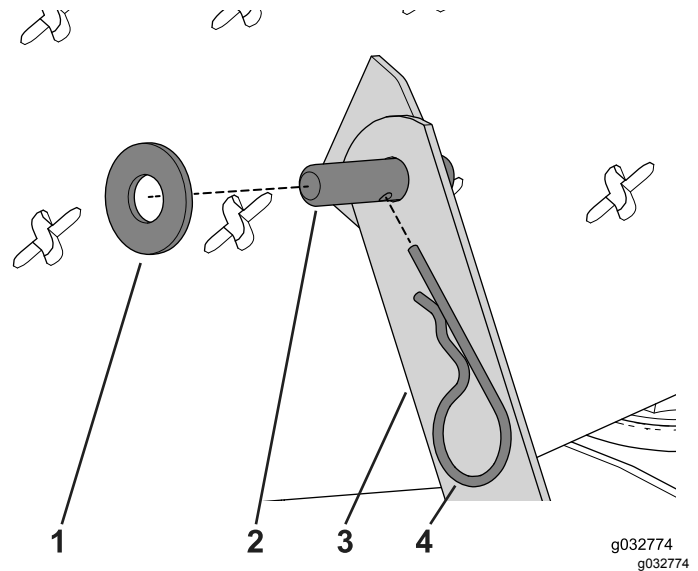

Bild 50
2. Entfernen Sie den Splint, mit dem der Lagerbolzen und die Scheibe befestigt sind, um den Gelenkarm und die Schwenkhalterung abzunehmen (Bild 50).